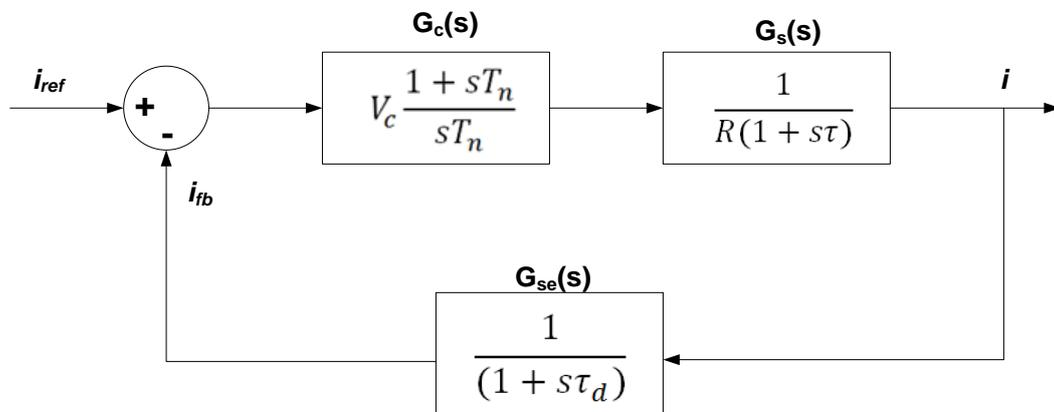

Bild 4.2 Struktur des Stromreglers des BLDC Motors
- 4.3 Die vereinfachte Struktur der Stromregelung des BLDC Motors ist in Bild 4.2 dargestellt. Der Regler, die Streckenübertragungsfunktion und die Übertragungsfunktion des Sensors sind durch $G_c(s)$, $G_s(s)$ und $G_{se}(s)$ mit $R = 1 \Omega$, $\tau = 0.3 \text{ ms}$, $\tau_d = 50 \mu\text{s}$ beschrieben.